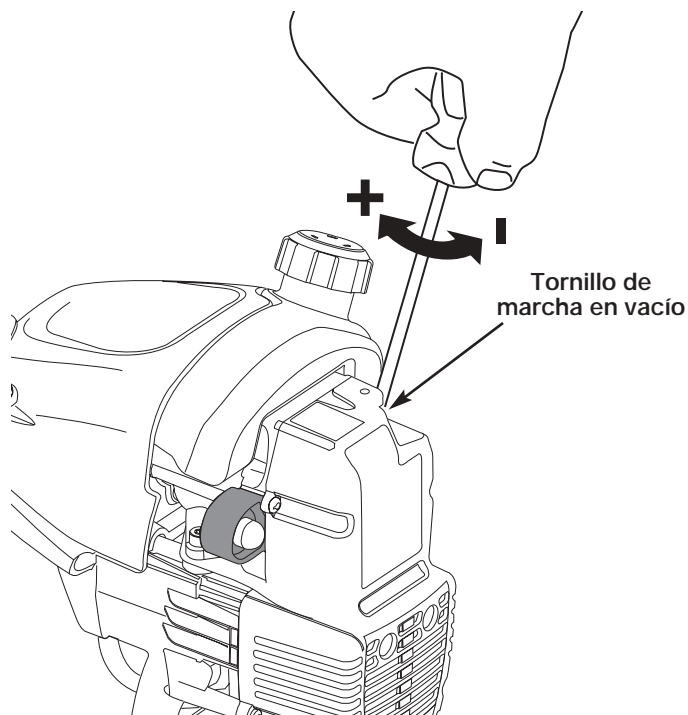

Fig. 33
La velocidad lenta del motor puede ser ajustada por la cubierta del silenciador / filtro de aire (Fig. 33).
2. Suelte el gatillo del regulador y deje que el motor funcione en marcha lenta. Si el motor se para, inserte un pequeño destornillador Phillips o de vástago plano en el orificio de la cubierta del silenciador / filtro de aire (Fig. 33). Gire el tornillo de marcha lenta en sentido horario, de a 1/8 de vuelta por vez (según sea necesario) hasta que el motor funciona en mínima.